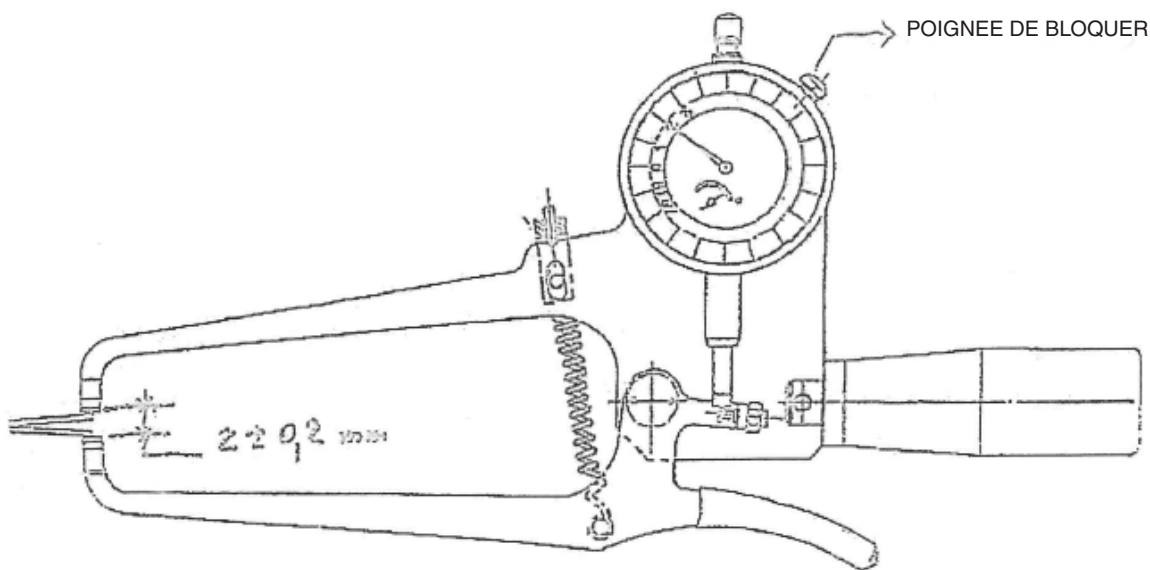

Fig. 1
- desserrez le bouton du cadran et réglez le cadran de manière à ce que l'indicateur soit sur 0, puis resserrez le bouton (figure 1).
- ouvrez la pince du plicomètre et insérez la clé dynamométrique à ressort entre les deux joues du plicomètre, en maintenant l'extrémité de la plaque au niveau du bord intérieur de la pince du plicomètre (figure 1).